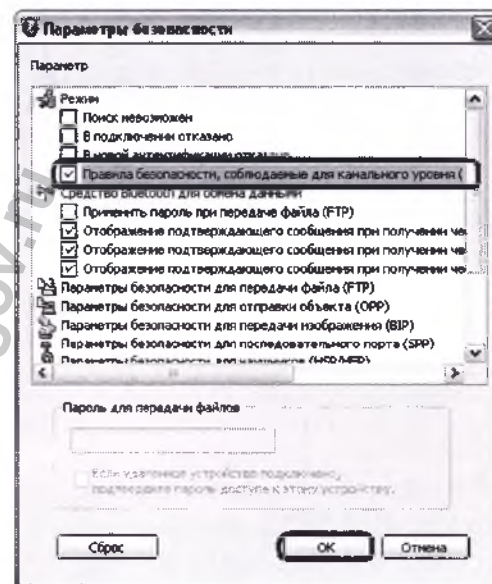

Рис. 8
5. Установите флажок «Правила безопасности, соблюдаемые для канального уровня» и нажмите кнопку «ОК». Убедитесь в том, что отключены флажки «В новой аутентификации отказано» и «В подключении отказано» (рис. 8).